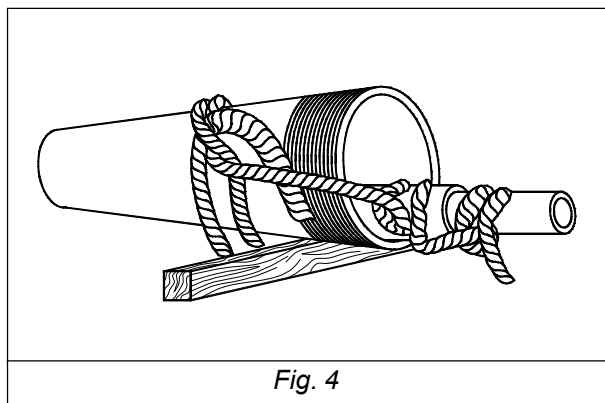

Fig. 4
6.4 Instalación de la columna de descarga (Fig.4)